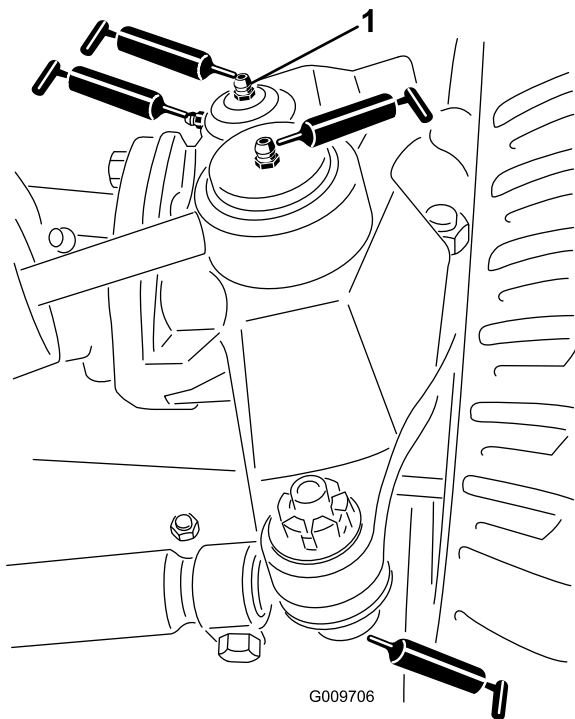

图 43
- 转向油缸球窝接头 (2) (图 43)
- 横拉杆球窝接头 (2) (图 43)
- 主销轴套 (2) (图 43)。主销顶部接头应每年润滑一次2 个泵。